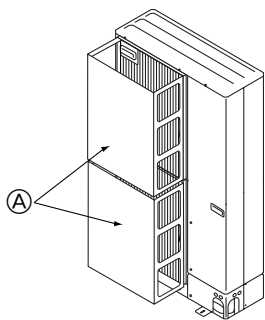

Fig. 2-15
① Τοποθετήστε έναν προαιρετικό οδηγό αέρα, εάν πρόκειται να εγκαταστήσετε τη μονάδα σε σημεία όπου υπάρχει ενδεχόμενο να φυσούν απευθείας στο στόμιο εξαγωγής του αέρα πολύ δυνατοί άνεμοι κτλ. (Fig. 2-15)